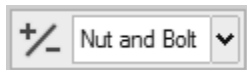

图 11-21
3) 单击位于上方的孔创建螺母和螺栓，然后单击小对话框上的 +/- 按钮反转方向，如图 11-21 所示。